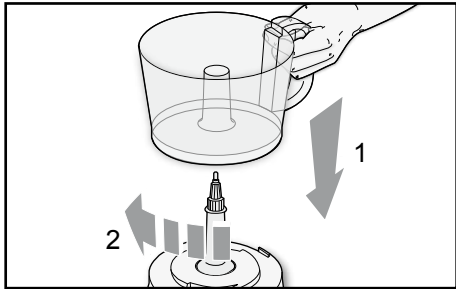

Fig. 3
- Collocare la ciotola (D) sul corpo motore (B) e bloccarla ruotandola in senso orario in modo che l'aletta posta nella parte inferiore del manico si innesti perfettamente a scatto nella fessura sul corpo motore (Fig. 3).